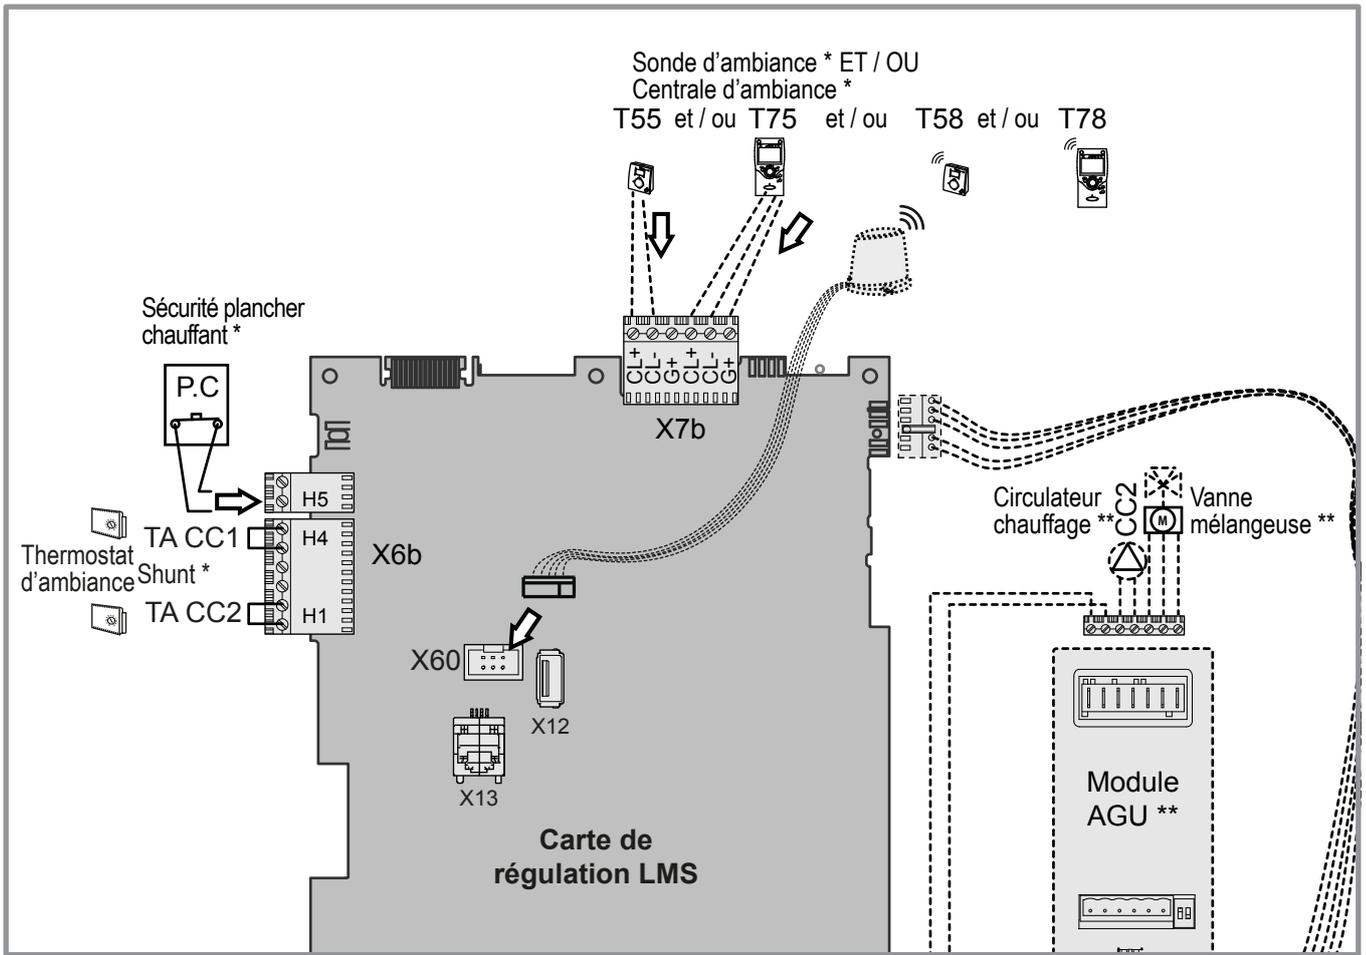

figure 28 - Raccordements sur la carte de régulation (accessoires et options)
• Installation équipée d'une ou deux sondes d'ambiance (T55) : Raccorder chacune des sondes sur l'une des bornes CL+ et CL- de la carte de régulation de la chaudière à l'aide du connecteur fourni (*figure 28, page 23*).